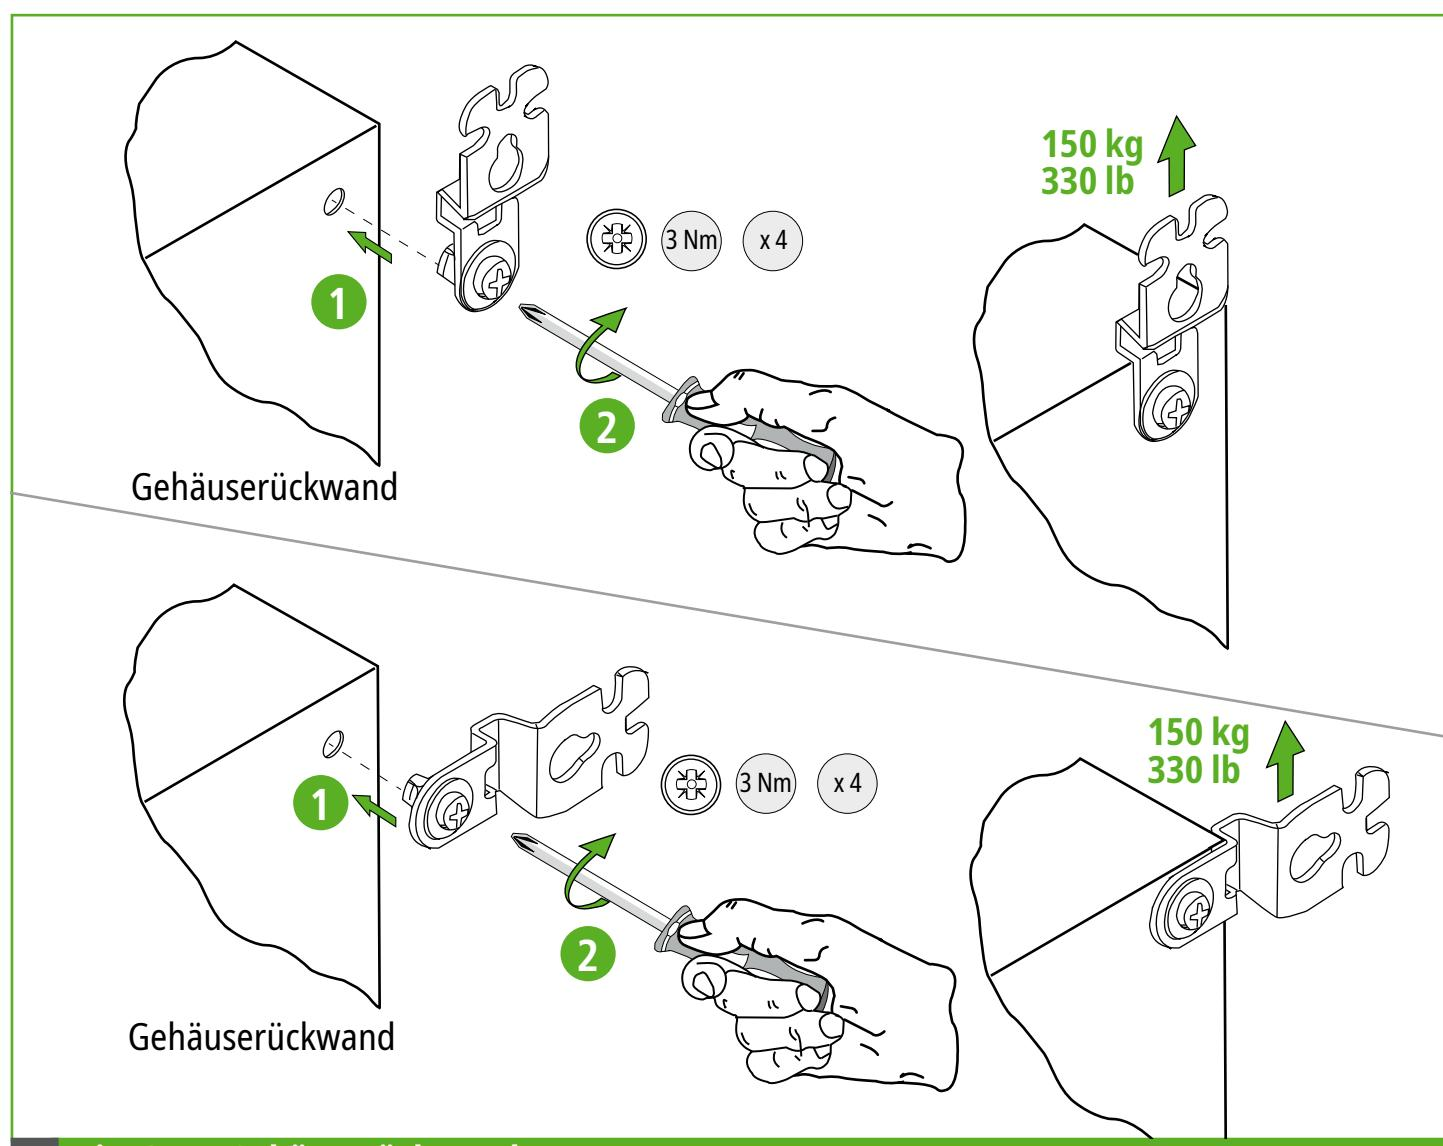

Fig. 3.1 Gehäuserückwand
Eine mögliche Wandmontage kann mittels der im Lieferumfang enthaltenen Wandbefestigungslaschen erfolgen (siehe Fig. 3.1).
- ➲ Danach wird die entsprechende Befestigungslasche an die jeweilige Bohrdurchführung herangeführt / durchgeführt und festgeschraubt (Beachte hierzu Fig. 3.1).